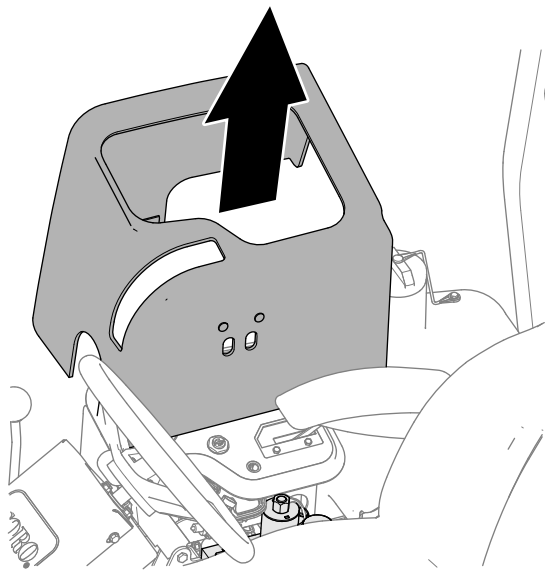

Figura 87
3. Eleve la cubierta de la consola montada magnéticamente (Figura 87) para exponer el colector de la segadora.